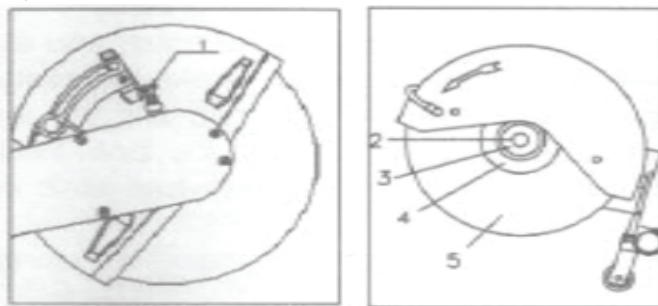

Fig 5
Pentru referința dvs., alegeți discuri abrazive compozite pentru a tăia asfalt, beton, piatră, cărămidă, oțel și plastice. Alegeți discuri abrazive diamantate pentru a tăia asfalt, beton, piatră, roci dure, cărămidă etc. Observație: Pe fiecare disc diamantat există un indicator al sensului de rotație. La montarea discului, asigurați-vă că acesta corespunde sensului de rotație al axului. c. Montarea/Înlocuirea discului (ref. Fig. 5) Apăsăți încet pe Siguranța axului (1), folosiți cheia mixtă pentru a roti Discul (5) înapoi și înainte până când siguranța axului antrenează axul discului. Folosiți cheia mixtă pentru a slăbi și a desface Șurubul hexagonal (2). Scoateți Șaiba metalică (3), Flanșa (4) de pe axul discului, împreună cu discul ce va fi înlocuit. Montați noul disc. Montați Flanșa (4) și Șaiba metalică (3). Strângeți Șurubul hexagonal (2) cu ajutorul cheii mixte la cuplul de 25Nm. În final, desfaceți Siguranța axului, astfel încât discul să se poată roti liber.